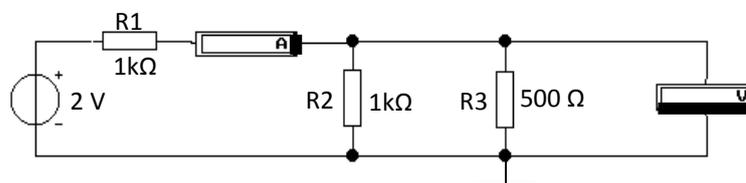

Рис. 12. Пример электрической схемы
3.5. Соедините компоненты, расположенные на рабочем поле, проводниками и откорректируйте конфигурацию проводников, как показано на рис. 12.
Соедините остальные элементы между собой. Нанесите внешние клеммы - "узлы" источника сигнала и вольтметра. Измените (если это необходимо) конфигурацию проводников и расположение компонентов в соответствии с рис. 12.
Измеритель предназначен для анализа амплитудно-частотных (при нажатой кнопке **MAGNITUDE**, включена по умолчанию) и фазо-частотных (при нажатой кнопке **PHASE**) характеристик. На рис.11 показана передняя панель измерителя в режиме измерения АЧХ (**MAGNITUDE**), а на рис.12 - в режиме измерения фазы (**PHASE**).